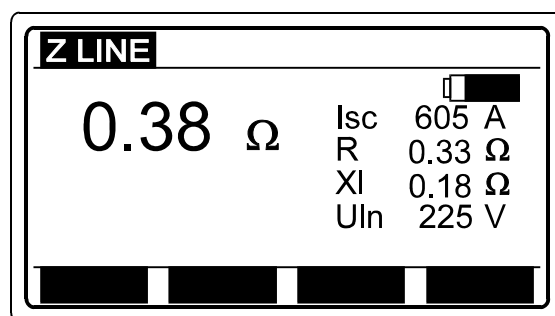

Fig. 67. Voorbeeld van het resultaat netimpedantie / potentiële kortsluitstroom
- 2.1.3** Faserotatie bij testobject is niet in overeenstemming met de markeringen van meetkabels (fig. 67. middelste aansluiting).